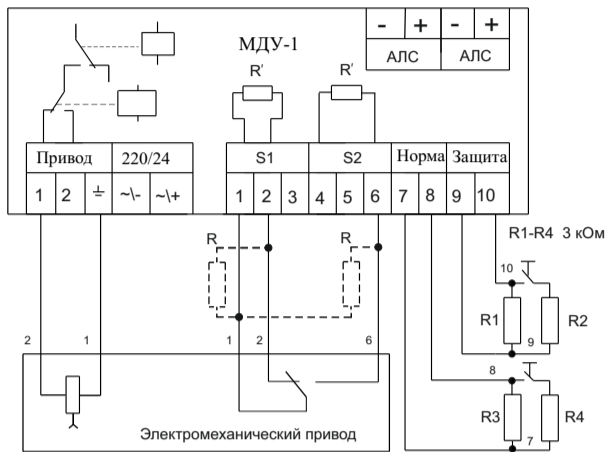

Рисунок 4
- Электромагнитный (с ручным возвратом в нормальное положение) – рисунок 4.